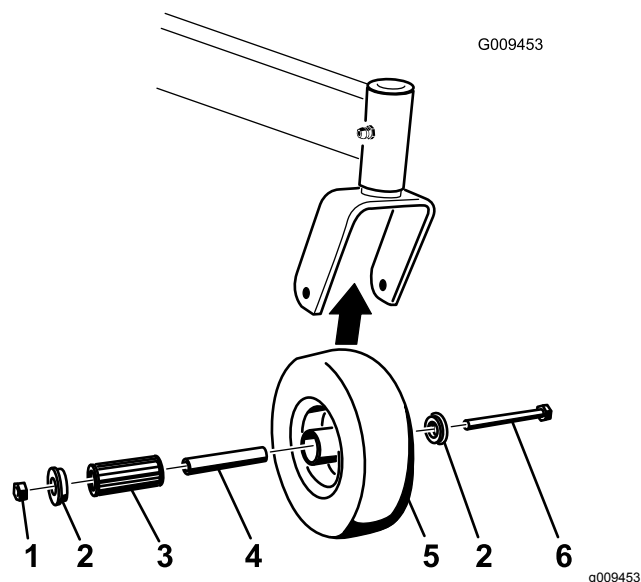

Figura 54
1. Retire a porca de bloqueio e o parafuso da roda que fixam a roda ao respetivo suporte (Figura 54).
2. Retire 1 casquilho, em seguida, puxe o casquilho da vara de ligação e o rolamento de rolo para fora do cubo da roda (Figura 54).
3. Retire o outro casquilho do cubo da roda e limpe qualquer massa lubrificante e sujidade do cubo da roda (Figura 54).
Nota: Substitua todas as peças danificadas ou desgastadas (Figura 54).
5. Coloque 1 casquilho no interior do cubo da roda (Figura 54).
6. Lubrifique o casquilho do rolamento e o casquilho da vara de ligação e faça-os deslizar para o interior do cubo da roda (Figura 54).
7. Coloque o segundo casquilho no interior do cubo da roda (Figura 54).
8. Monte a roda giratória na forquilha da roda giratória e fixe-a com o parafuso da roda e a porca de freio (Figura 54).
9. Aperte a porca de freio até que o casquilho da vara de ligação encoste ao interior da forquilha da roda (Figura 54).